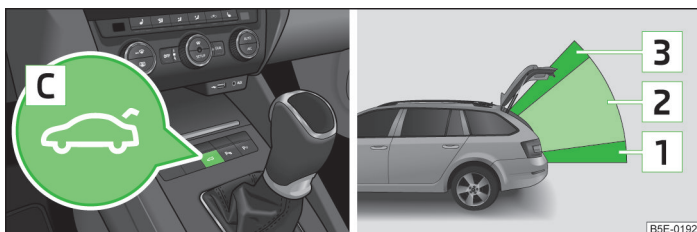

Fig. 22 Actionnement du capot / Plages d'actionnement
- > Avec la touche **C** sur la console centrale » fig. 22.
Le système distingue 3 plages d'actionnement dans lesquelles les fonctions des différents organes de commande sont différentes » fig. 22. Il faut également distinguer les positions finales du capot - complètement fermé et sécurisé et complètement ouvert.
Tonalité discontinue	Ouverture (avec la touche  sur la clé à radiocommande ou au moyen de la touche C) » fig. 22 à la page 41) Fermeture automatique du capot » Page 40,  à la section Entrée en matière